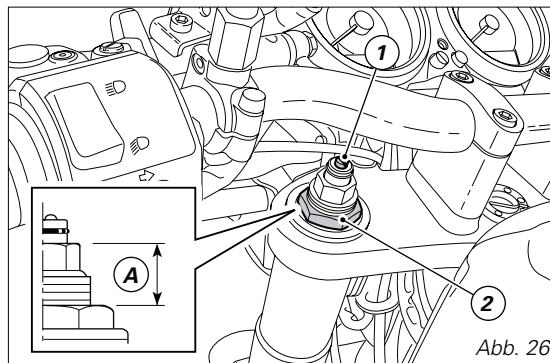

Abb. 26
- 1) (Abb. 26) zur Änderung der hydraulischen Dämpfung in der Zugstufe;
- 2) (Abb. 26) zur Änderung der Vorspannung der innen liegenden Federn;